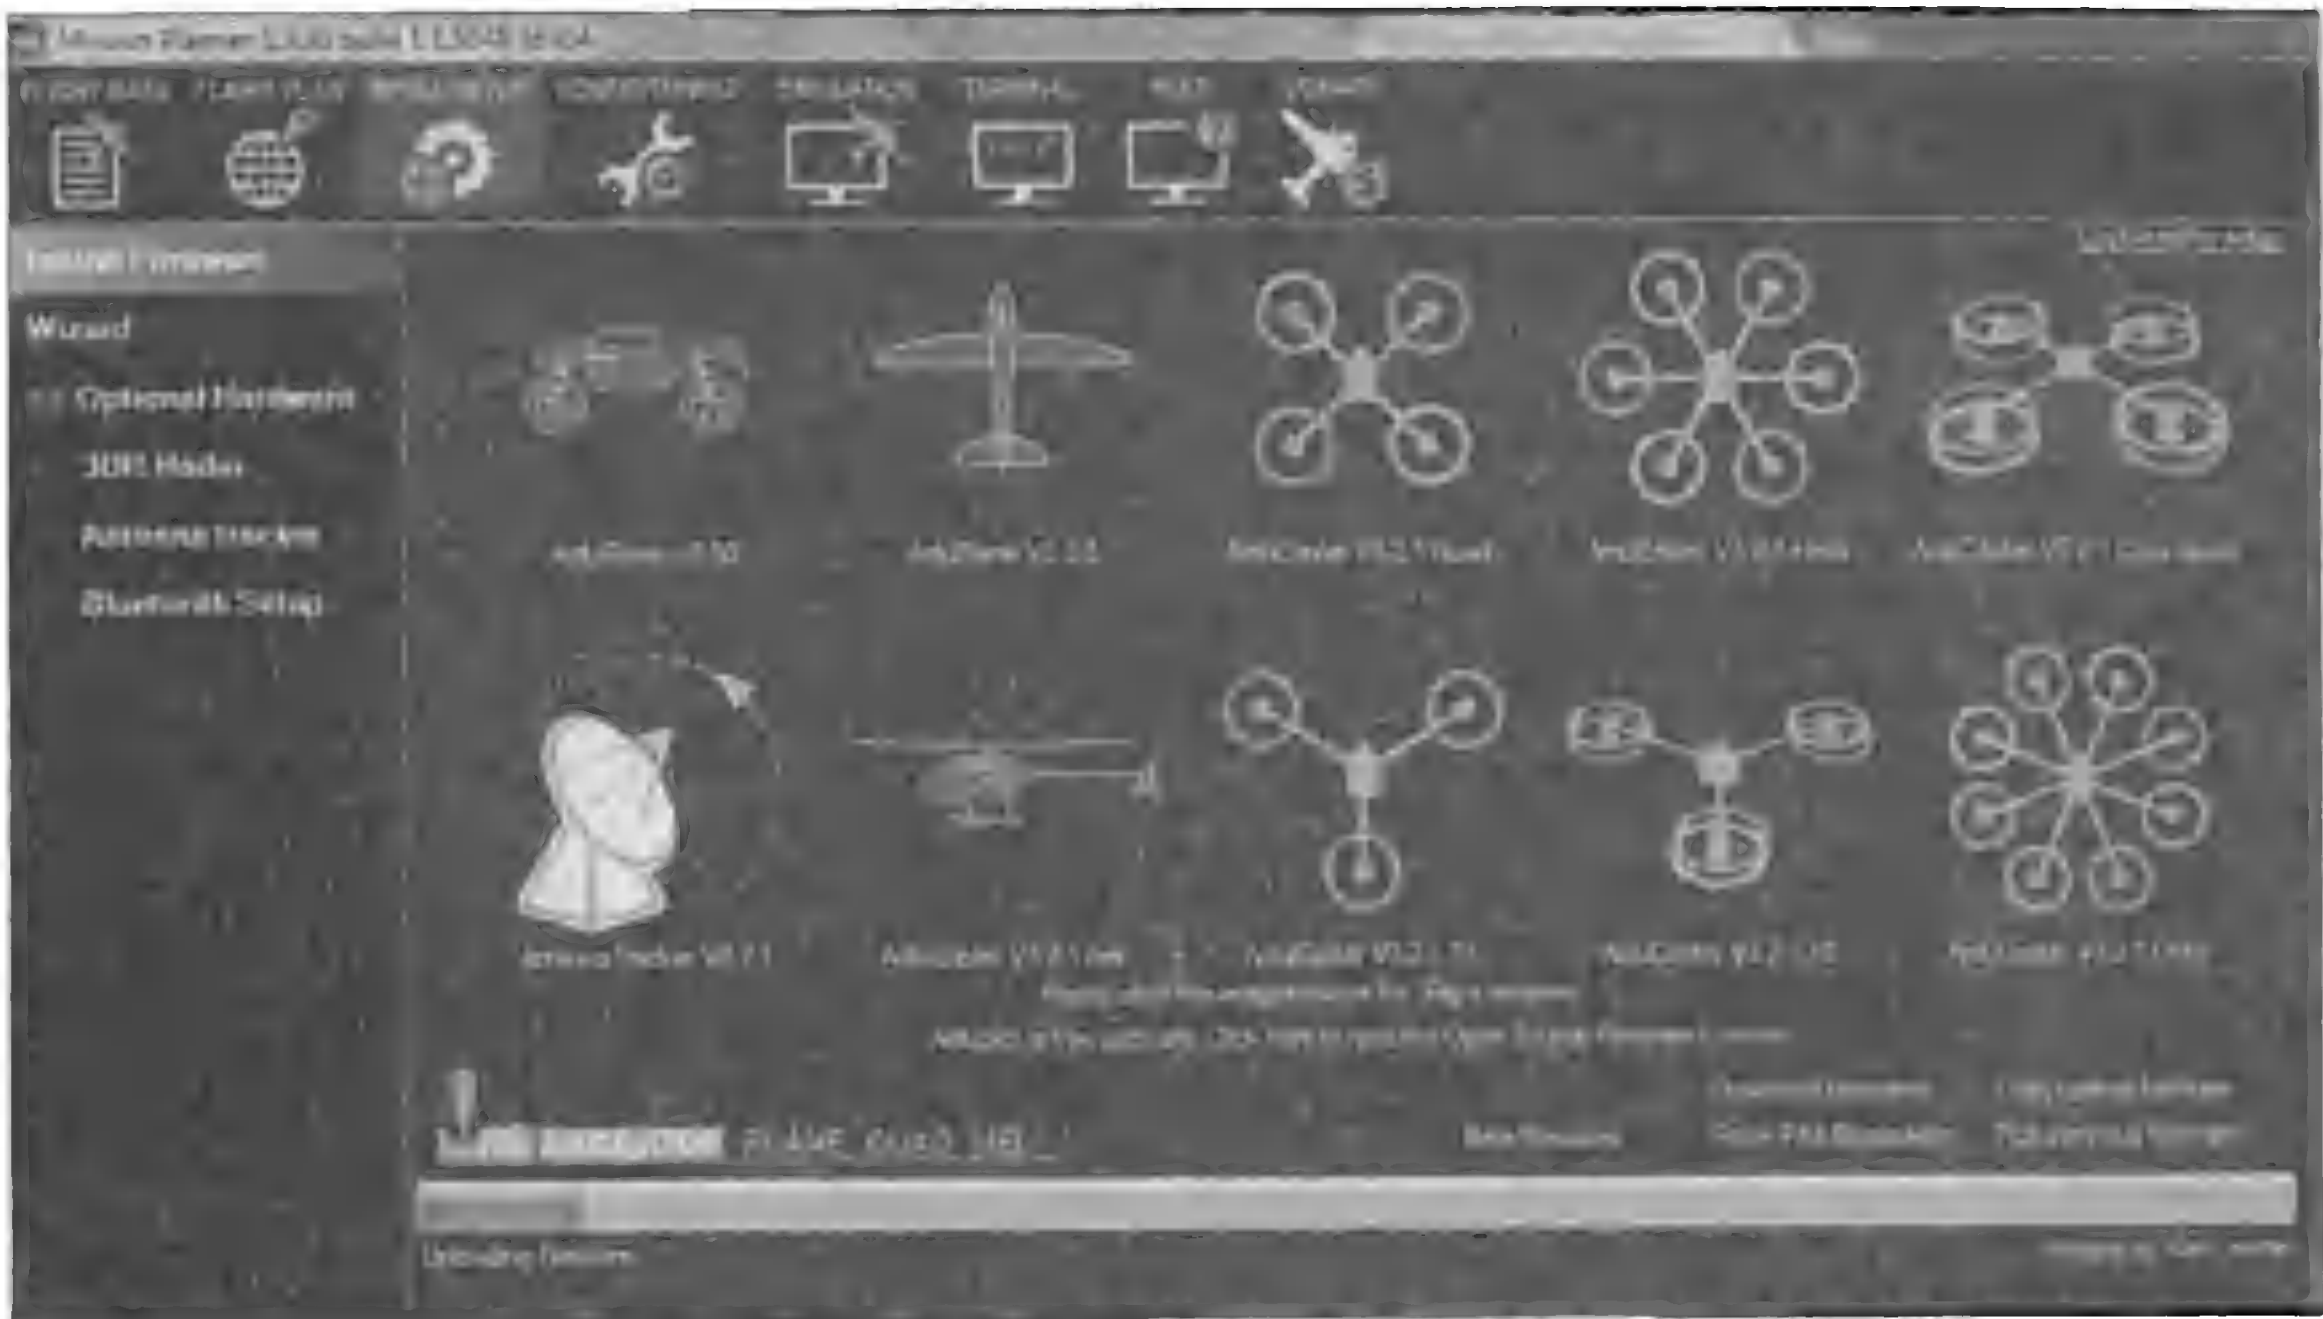

Рис. 9.4. Процесс обновления запущен
- 7. Начнется процесс загрузки прошивки (рис. 9.4).